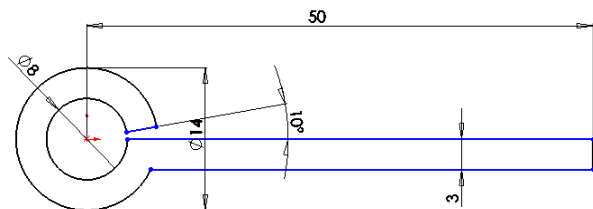
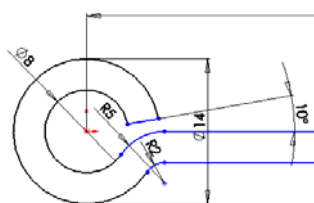

图 11-3 剪裁草图实体
图 11-4 绘制圆角
②单击“草图”工具栏中的“剪裁实体”按钮,对草图中的线条进行剪裁,剪裁后的结果如图 11-3 所示。单击“草图”工具栏中的“绘制圆角”按钮,绘制两个圆角如图 11-4 所示。